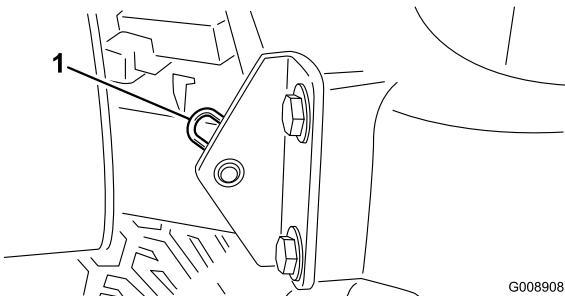

Figura 43
2. Retire o contrapino que fixa a articulação do capot aos suportes de montagem (Figura 43).